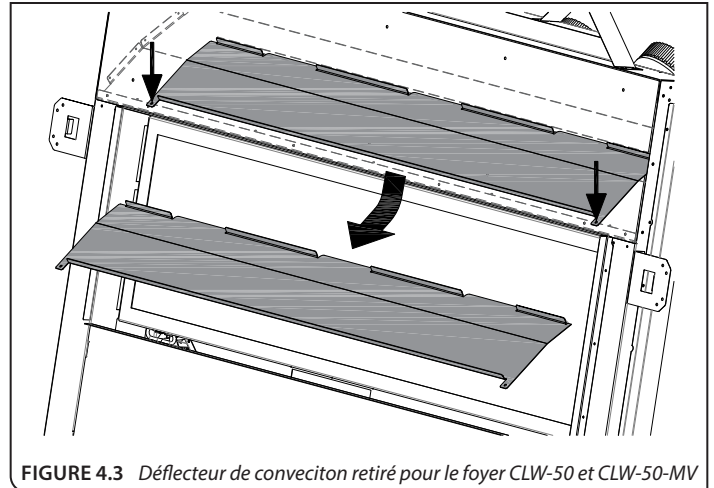

FIGURE 4.3 Déflecteur de convection retiré pour le foyer CLW-50 et CLW-50-MV
CLW-50 et CLW-50-MV: Le déflecteur est fixé par (2) vis, juste derrière le bord supérieur de l'ouverture du foyer (voir Figure 4.3).